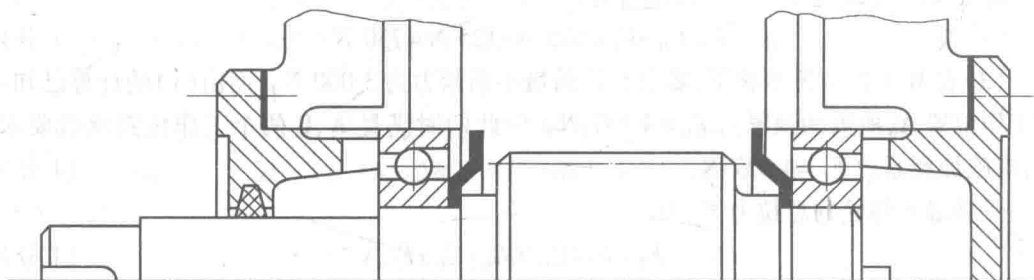

图 23
2. 错误分析说明, 如图 23 所示。(每正确分析一处得 1 分, 最多 8 分)